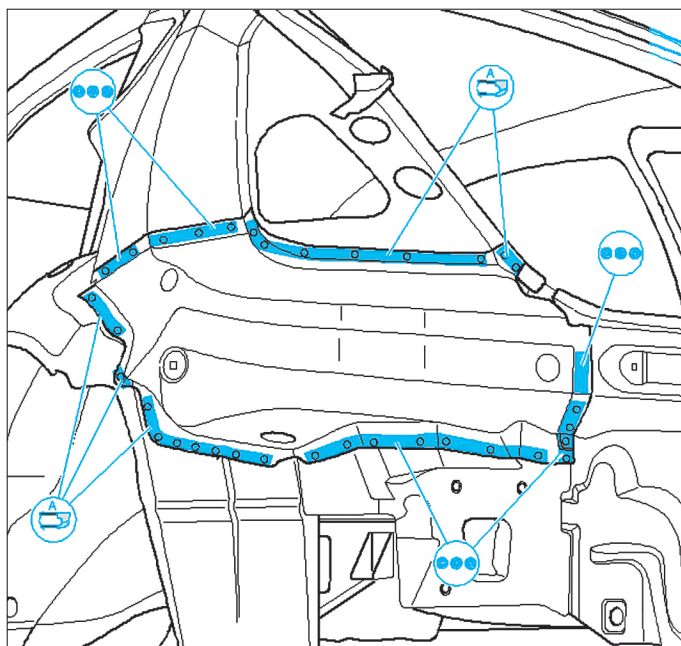

FIG. 63
- Positionner la pièce et l'immobiliser après avoir contrôlé l'alignement (Fig.63).